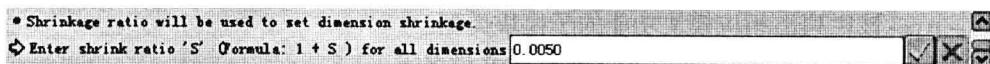

图 1-9
**信息区:**显示当前操作状态提示信息的信息窗口。对于需要输入数据的操作,会在该区出现一个文本框,让用户输入数据,如图 1-9 所示。